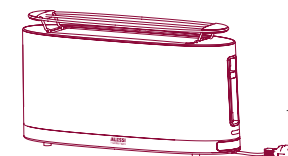

Fig. 10
- 1 Posicionar la rejilla caliente-bollos sobre el tostador de pan (fig. 10).